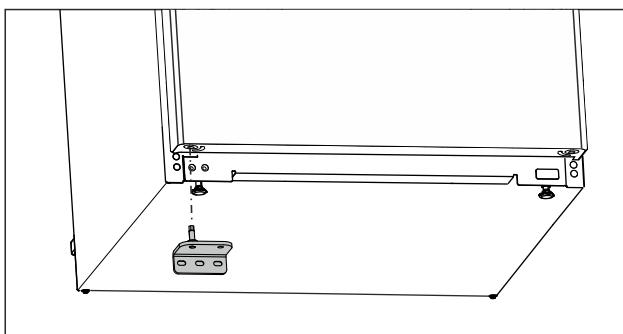

Fig. 25
- Поставете долната лагерна стойка от другата страна. (виж Fig. 25)